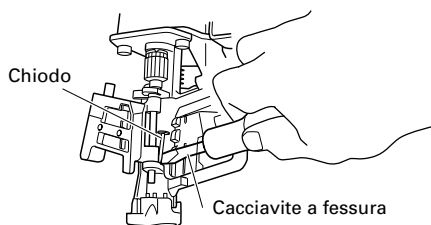

Fig. 12
- (2) Rimuovere il chiodo inceppato con un cacciavite a testa fessa. (Fig. 12)